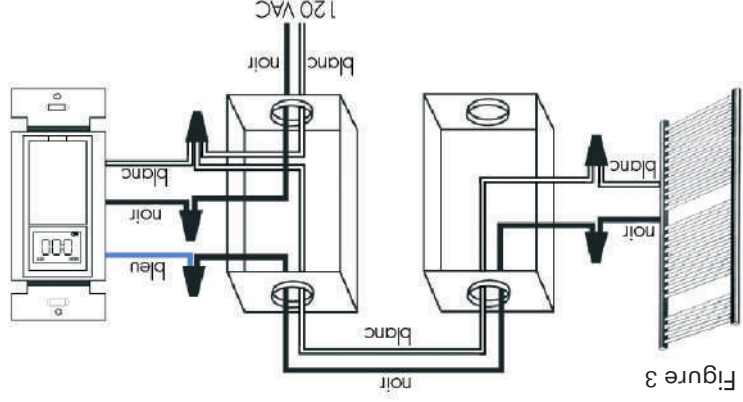

Figure 3
Exigences générales (voir figure 3)
2. Effectuez toutes les connexions électriques comme indiqué à la figure 3.